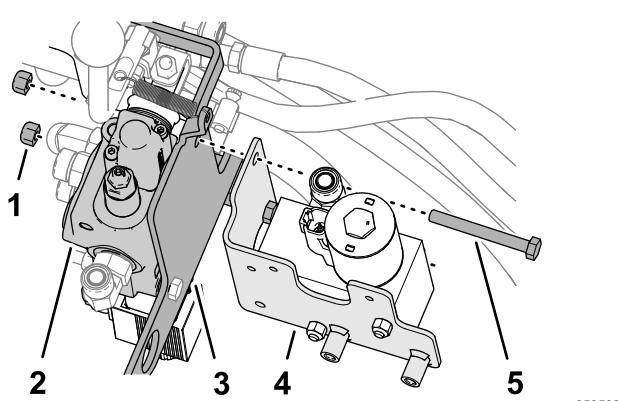

Figura 17
1. Retire los 2 pernos traseros ($5/16'' \times 2\frac{3}{4}''$) y las 2 contratuerca ($5/16''$) que fijan la válvula auxiliar al soporte de la válvula, tal y como se muestra en la Figura 17.